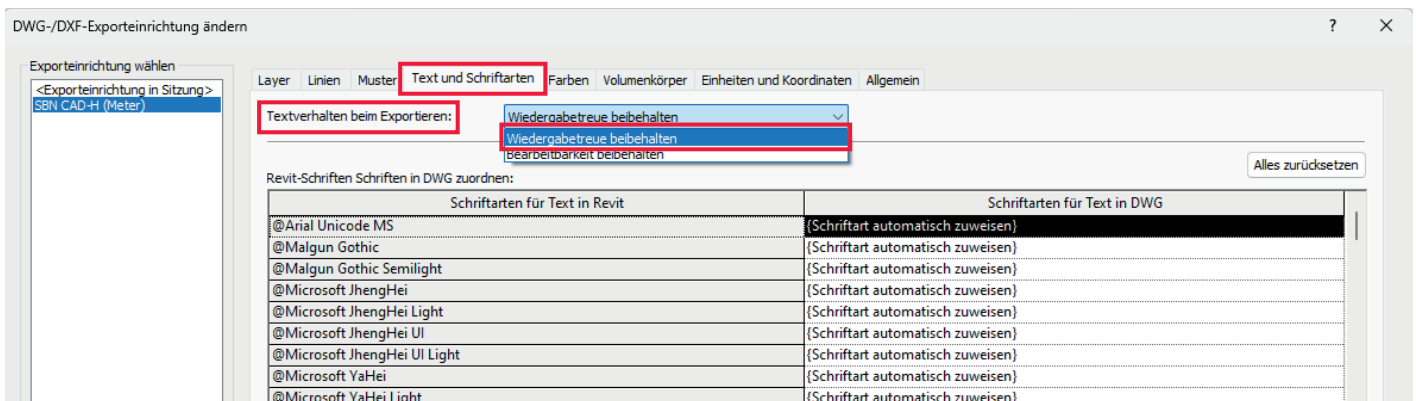

Abb.9: Text und Schraffuren
- Wählen Sie im Bereich **Textverhalten beim Exportieren** die Einstellung **Wiedergabetreue beibehalten**. (Abb.9)